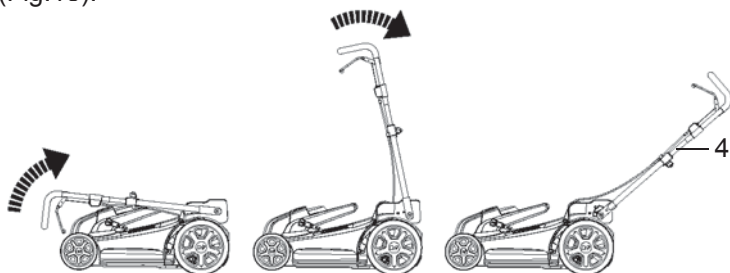

Fig.13
- > Faites pivoter la poignée supérieure [4] en position de travail (Fig.13).